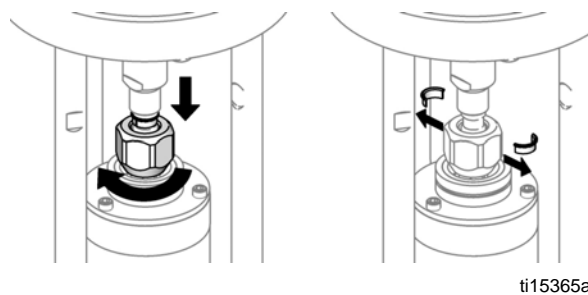

FIG.8. Ta bort kopplingsflänsarna.
4. Sänk kopplingsmuttern (7) och ta bort kopplingsflänsarna (5). Se FIG.8.
5. Tryck upp motoraxeln. Ta bort kopplingsmuttern (7).
6. Använd en fast muff för att ta bort muttrarna på dragstången (4).
8. Lyft upp på luftmotorn för att ta bort den. Dragstångerna (3) kommer att sitta kvar.